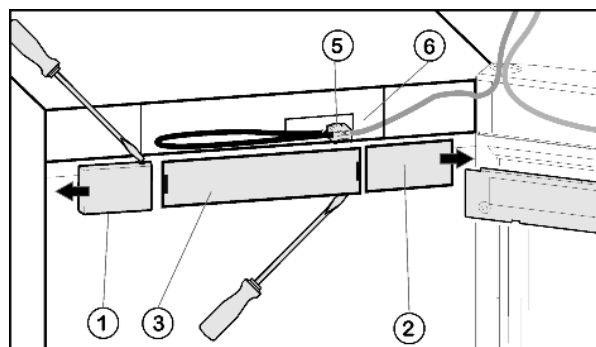

Fig. 4
- Kryt na straně madla Fig. 4 (1) vytáhněte: vyklesněte doprava plochým šroubovákem a pak vysuňte ven.
- Kryt na straně madla Fig. 4 (2) vytáhněte: vyklesněte doleva plochým šroubovákem a pak vysuňte ven.
- Přední krytku Fig. 4 (3) vytáhněte plochým šroubovákem.
- Kontakt vytáhněte a konektorové spojení Fig. 4 (5) rozpojte.
- Šedý kabel Fig. 4 (6) uvolněte z vedení.
- Znovu vytvořte konektorové spojení Fig. 4 (5).
- Kryt Fig. 4 (3) zase nasadte.
- Kryt Fig. 4 (2) na straně závěsu nasadte otočený o 180° a zatlačte, aby zapadl.
- Kryt Fig. 4 (1) na straně madla nasadte otočený o 180° a zatlačte, aby zapadl.